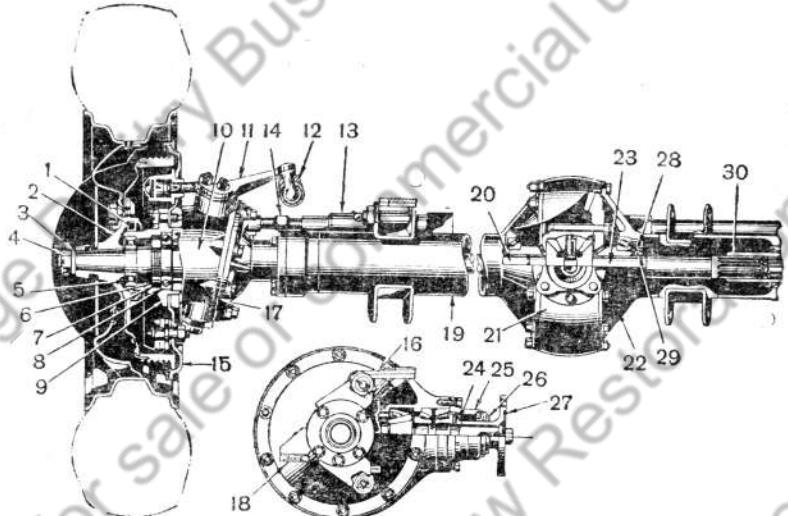
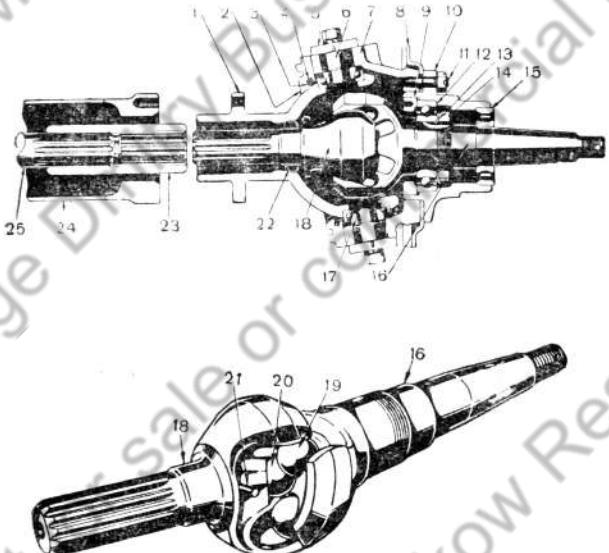

Рис. 32. Передний ведущий мост:
Рис. 33. Поворотный кулак:
Основные детали средней части моста одинаковы с деталями заднего моста. К ним относятся картер, подшипники, ведомая шестерня, коробка сателлитов, сателлиты, прокладки и крепеж. Специальными деталями переднего моста являются: ведущая шестерня 24 (рис. 32) по длине и форме хвостовика; полуоси — правая 23 и левая 20, разной длины, со шлицевыми концами вместо конуса; кожуха полуосей — правый 22 и левый 19 разной длины с фланцами для крепления поворотного кулака и специальными кронштейнами для
Поворотный кулак 7 (рис. 33) представляет собой шарообразный картер. К нему крепятся на шпильках щит 8 тор-
Ступица переднего колеса 2 (рис. 32) насаживается со шпонкой на конус наружного кулака и закрепляется гайкой 4 с шайбой 3 и шплинтом.
В верхней части левого кулака, вместо накладки 5 (рис. 33), крепится на четырёх шпильках и конусных разрезных сухарях поворотный рычаг 11 (рис. 32) с шаровым пальцем на конце, к которому присоединяется продольная рулевая тяга. Поперечная рулевая тяга 13 (рис. 32), имеющая регулировку для установки схождения колёс, вынесена вперёд моста.
4. Отвернуть пять болтов крепления шаровой опоры 1 (рис. 33) к кожуху полуоси.
1. Снять верхние и нижние накладки 5 (рис. 33) шкворней вместе с регулировочными прокладками. Для сохранения прежней регулировки набор снятых прокладок без изменения
Не реже чем через 1 500 км пробега необходимо производить регулировку натяга в шкворневых подшипниках 17 (рис. 33), регулировку соединений рулевых тяг и проверять крепление картера руля к раме.
4. Отвернуть восемь болтов, крепящих фланцы 17 (рис. 32) поворотного кулака.
5. Отвернуть болты крепления накладок 5 шкворней (рис. 33) сверху и снизу. Регулировочные прокладки, находящиеся под накладками на торцах обоих шкворней, не смешивать.
3. Отвернуть восемь болтов, крепящих фланцы 17 (рис. 32) поворотного кулака.